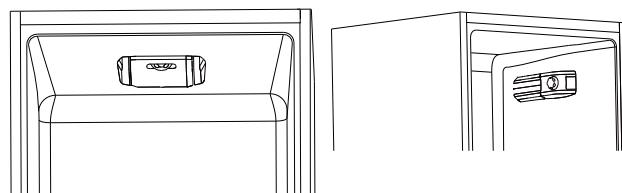

Fig.4
- Le groupe thermostat pour le contrôle de l'appareil est situé à l'intérieur de la cellule frigorifique (fig.4). Tourner le bouton du thermostat au-delà de la position "0". La lumière s'allume quand on ouvre la porte du réfrigérateur. Si on positionne le bouton sur "0" on éteint complètement l'appareil.